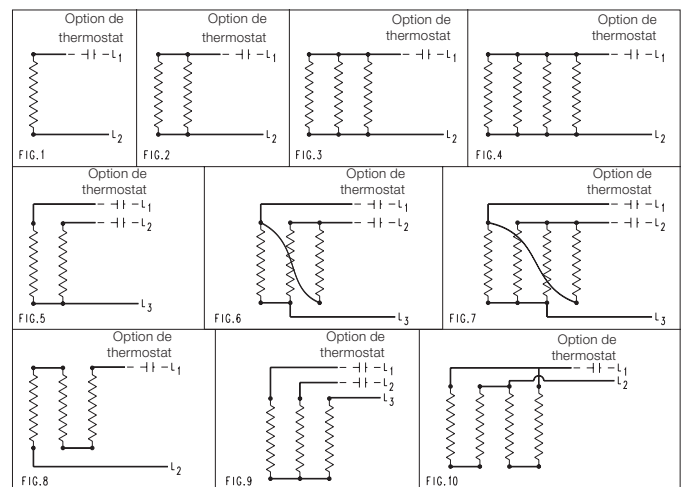

Figure 9 – Schéma du câblage
- 5.1 Brancher les broches de raccordement électrique aux bornes indiquées L1 et L2 pour un radiateur monophasé et L1, L2 et L3 pour un radiateur triphasé comme illustré à la Figure 9, page 16.
Part No.	Schéma du câblage (Figure 9)